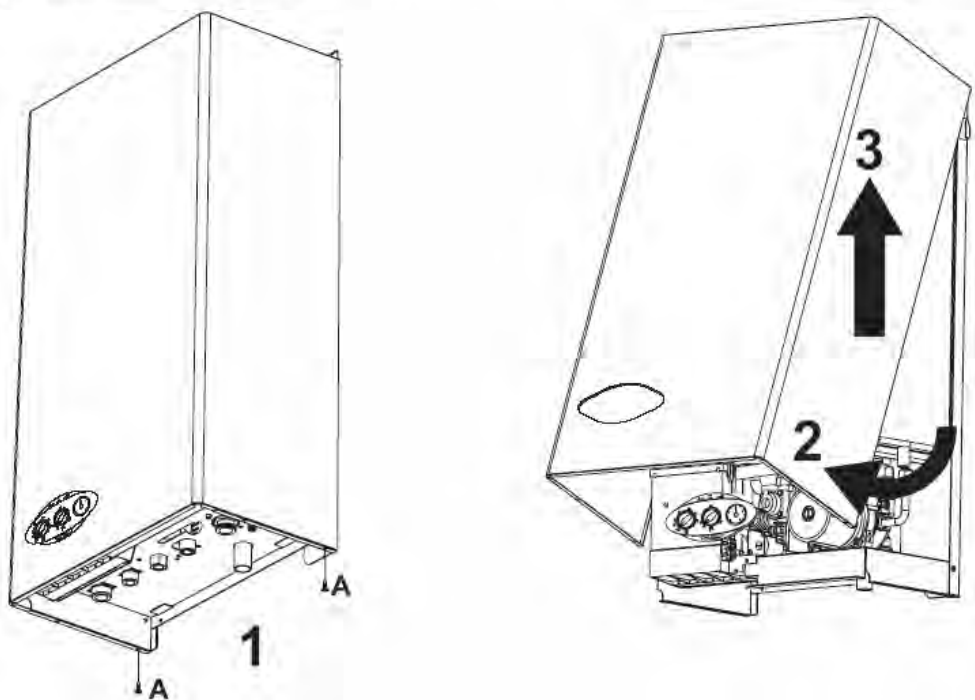

рис. 9 - Снятие кожуха
1. Отвинтите винты "А" (см. рис. 9).
2. Поверните кожух (см. рис. 9).